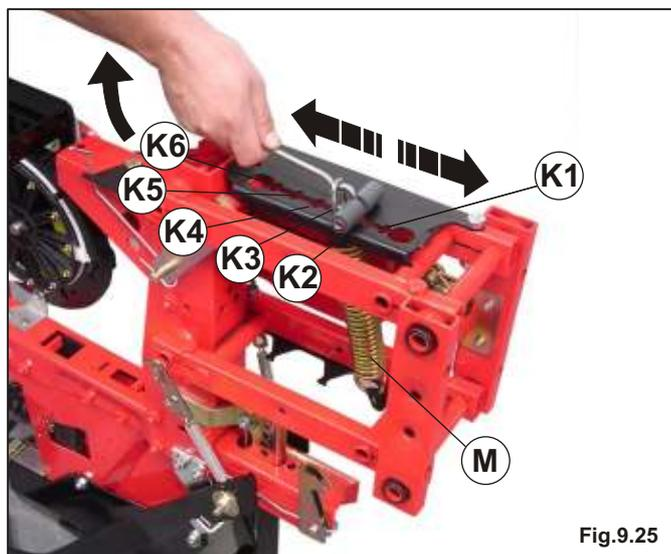

Fig.9.25
- Действуя тягой **T** как рычагом, переместите пружину **M** в нужное положение (Рис. 9.25).